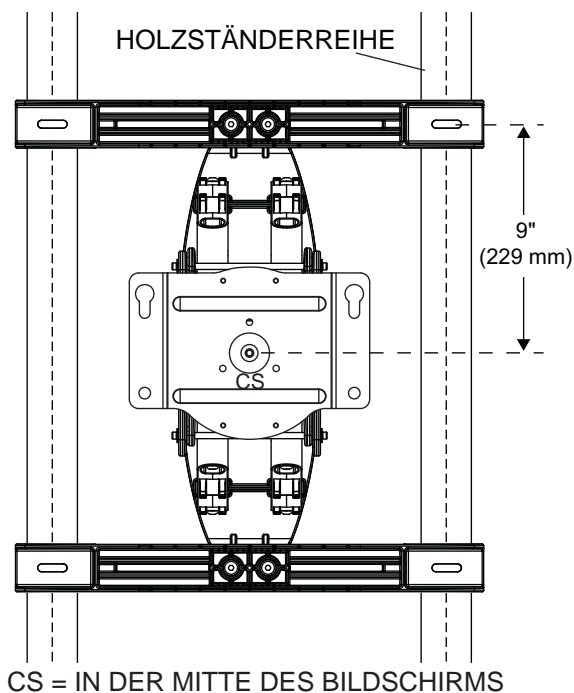
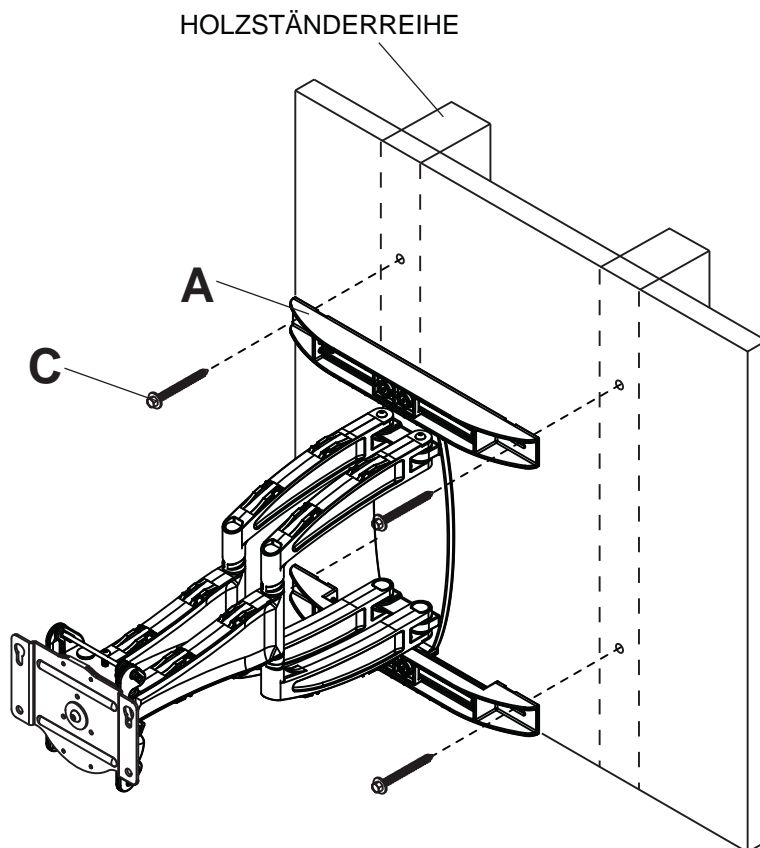

Abbildung. 2.1
Abbildung. 2.2
- 2** Bestimmen und markieren Sie die Kanten der Holzständer mithilfe eines Balkenfinders. Am besten eignet sich ein Balkenfinder mit genauer Kantenanzeige. Ziehen Sie unter Verwendung einer Wasserwaage eine senkrechte Linie entlang der Mitte jedes Ständers. Richten Sie die Wandplatte Vorlage (Wandarm) waagrecht an der Wand aus und markieren Sie die Mitte von vier Montagebohrungen in der Mitte der einzelnen Holzständer. Die oberen Montagebohrungen sollten sich wie in Abbildung 2.1 dargestellt um 9" (229 mm) oberhalb der gewünschten Bildschirmmitte befinden. Bohren Sie vier Löcher mit einem Durchmesser von 5 mm (3/16 Zoll) und einer Mindesttiefe von 76 mm (3 Zoll). Befestigen Sie den Wandarm (**A**) mit vier Holzschrauben (**C**) wie in Abbildung 2.2 dargestellt an der Wand. Richten Sie die Wandplatte waagrecht aus und ziehen Sie dann alle Befestigungsteile fest.
- 2** Richten Sie die Wandplatte Vorlage (Wandarm), um die Montagebohrungen zu markieren. Die oberen Montagebohrungen sollten sich wie in Abbildung 2.1 um mit Seite 57 fort 9" (229 mm) oberhalb der gewünschten Bildschirmmitte befinden. Bohren Sie vier Löcher mit einem Durchmesser von 10 mm (3/8 Zoll) und einer Tiefe von 76 mm (3 Zoll) dargestellt. Stecken Sie Dübel (D) in die Löcher, bis sie bündig mit der Wand abschließen (siehe Abbildung rechts). Setzen Sie den Wandarm über die Dübel und befestigen Sie ihn mit den 5/16 x 3 Zoll Schrauben (C). Richten Sie ihn waagrecht aus und ziehen Sie dann sämtliche Befestigungsteile an.